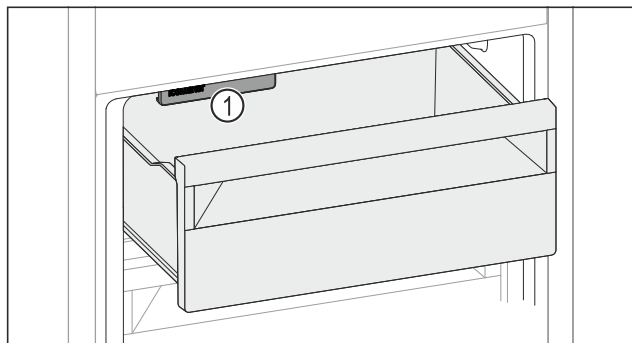

Fig. 182
- Dávejte pozor na IceMaker Fig. 182 (1).